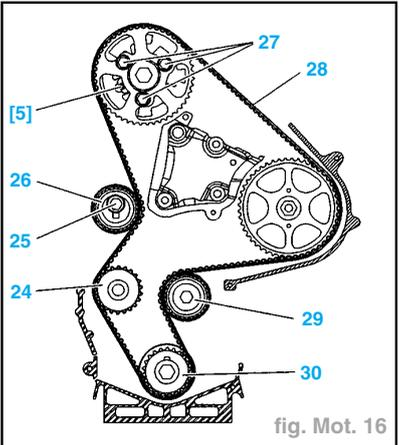

fig. Mot. 16
- Piger l'arbre à cames avec la pige [5] (réf. 0188M) (fig. Mot. 16).